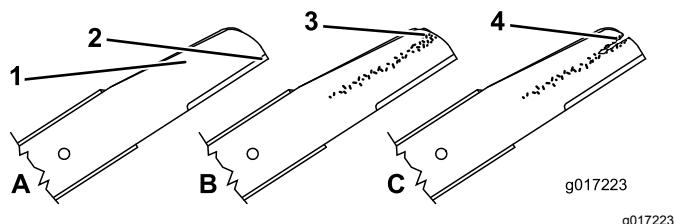

Figura 32
- Inspeccione los filos de corte (Figura 32). Si los filos de corte no están afilados o tienen
2. Inspeccione las cuchillas, especialmente la parte curva (Figura 32). Si observa cualquier daño o desgaste, o la formación de una ranura en esta zona, cambie la cuchilla inmediatamente por una cuchilla nueva.